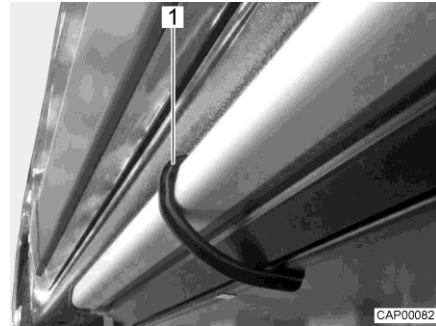

Bild 3 Halteklammer (Eintrittstufe)
- Eintrittstufe mit beiliegender Halteklammer (Bild 3,1) gegen Herausgleiten sichern.